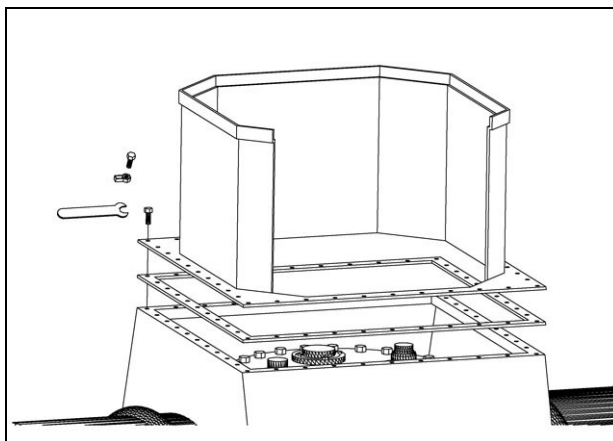

Figura 23 Elementi del pozzetto con flangia
- Inserire nei fori passanti le viti fornite, con la testa rivolta verso l'alto (Figura 23).